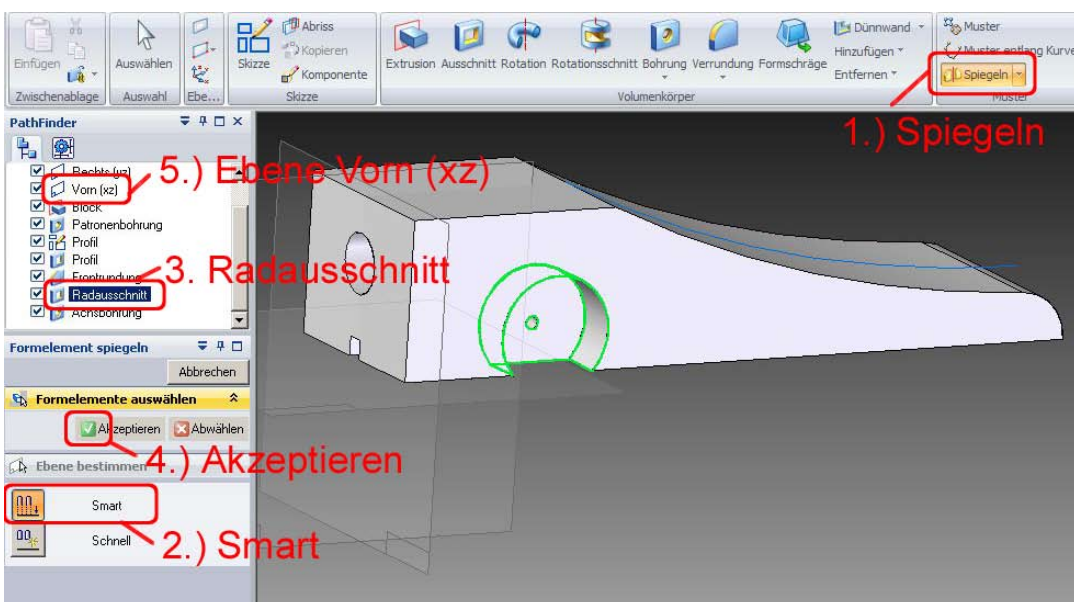

Abb. 41 Den Radausschnitt nach links spiegeln
87. Klicken Sie auf der Registerkarte *-Home-* in der Gruppe *-Muster-* auf die Schaltfläche *-Spiegeln-* (Abb. 41 1).
88. Wählen Sie beim Spiegeln **immer** die Schaltfläche *-Smart-* (Abb.41 2).
89. Wählen Sie im PathFinder das Element *-Radausschnitt-* (Abb. 41 3) und akzeptieren Sie durch Klick auf den grünen Haken. (Abb. 41 4).
90. Wählen Sie im PathFinder die Ebene *-Vorn(xz)-* als planare Ebene (Abb. 41 5).